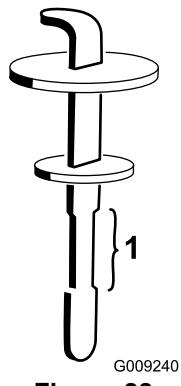

Figura 88
4. Retire la varilla del cuello de llenado y límpielo con un paño limpio. Inserte la varilla en el cuello de llenado; luego retírela y compruebe el nivel del aceite. El nivel del aceite debe estar dentro del intervalo de operación segura de la varilla (Figura 88).